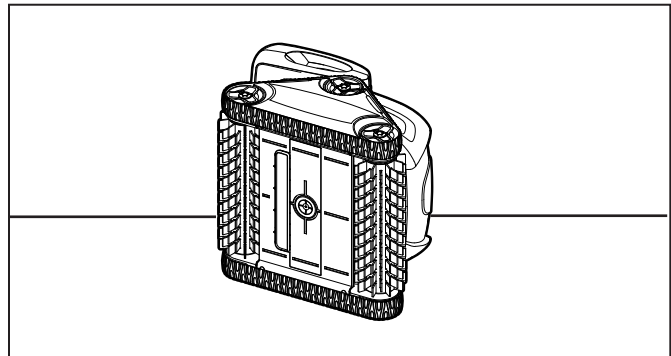

Figura 29. Pare el limpiador sobre su costado
1. Pare el limpiador sobre su costado (vea la figura 29).